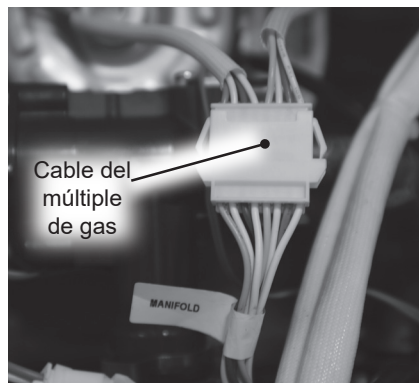

Figura 124 - Desconexión del cable del múltiple de gas
- 12 Ubique el mazo de cables del múltiple de gas y desconéctelo. Consulte la Figura 124.
- 27 Ubique el mazo de cables del múltiple de gas y conéctelo. Consulte la Figura 124.